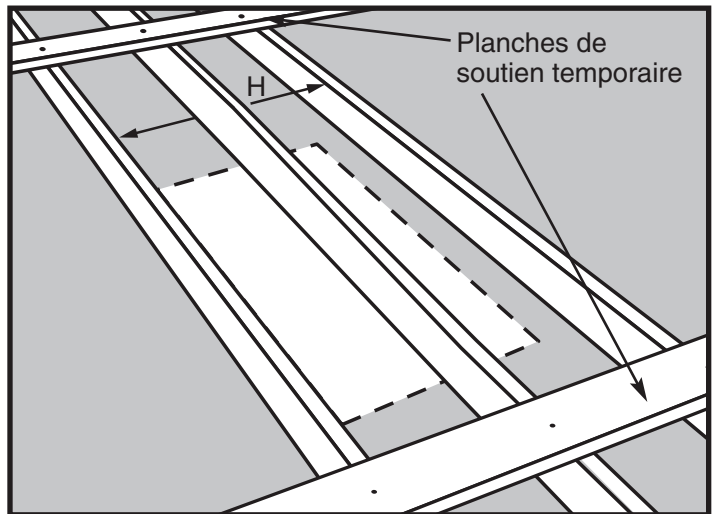

Figure 14
- ÉTAPE 1.** Mesurez la longueur de chevêtre "H" entre les solives *non coupées* (Voir la Figure 14).